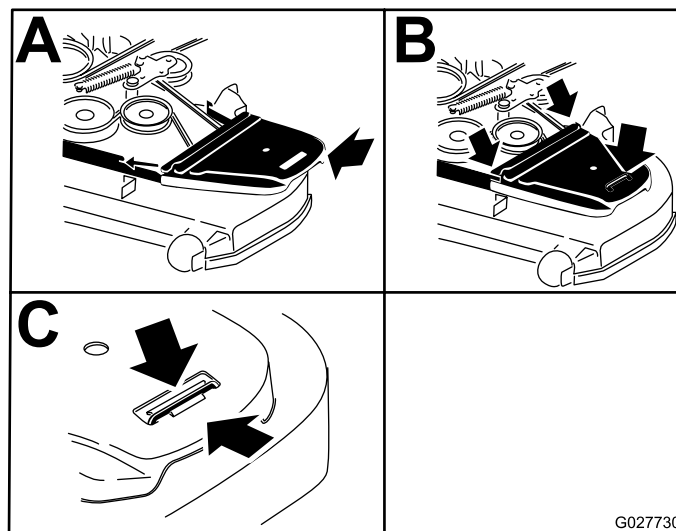

Figura 85
12. Montate i copricinghia (Figura 85).
Il dado flangiato è regolabile in modo tale da ottenere una resistenza della leva di controllo del movimento più idonea nello spostamento in posizione di BLOCCO IN FOLLE. Si veda Figura 85 per le opzioni di regolazione.